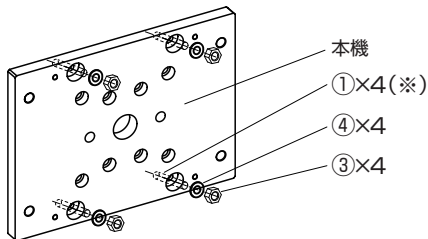

図1. 本機取付図
- 既に埋め込まれている①を本機の壁面取付用穴に通し、③・④を使用して本機を壁面に取付ける。(図1)